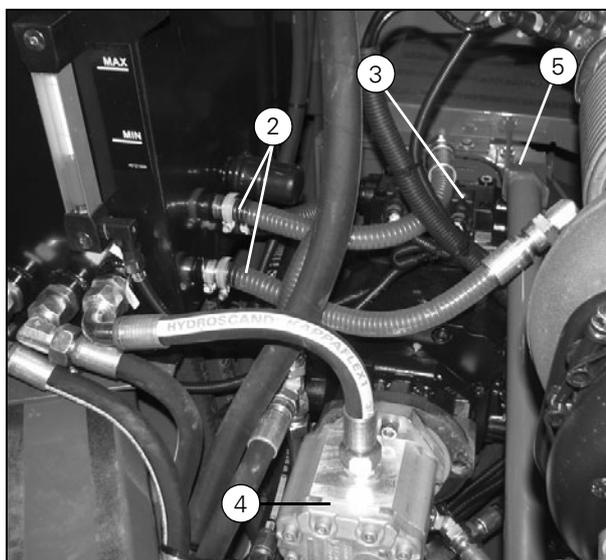
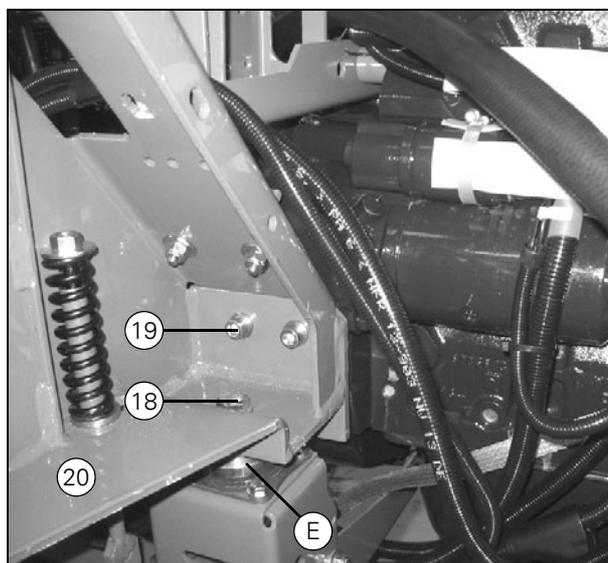

Рисунок 30
Рисунок 33
**ВАЖНОЕ ЗАМЕЧАНИЕ:** Обработайте болты (13) (Рис. 30) и (19) (Рис. 33) составом Loctite и затяните их моментом 400 и 90 Нм соответственно.
2. Установите уплотнительное кольцо в канавку наконечника шланга и присоедините наконечник (J) к полуфланцу (Н).